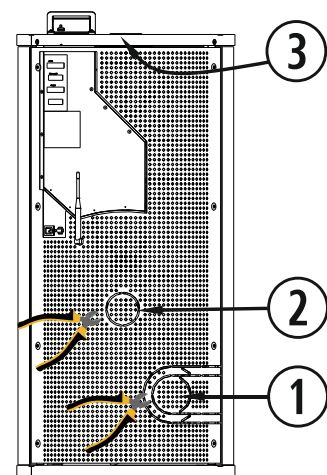

Figura 5
**Não BIFLUXO:** Retirar a proteção do extrator (1) e do tubo de entrada de ar (2). *Figura 5*
**BIFLUXO:** Retirar a tampa superior (3).